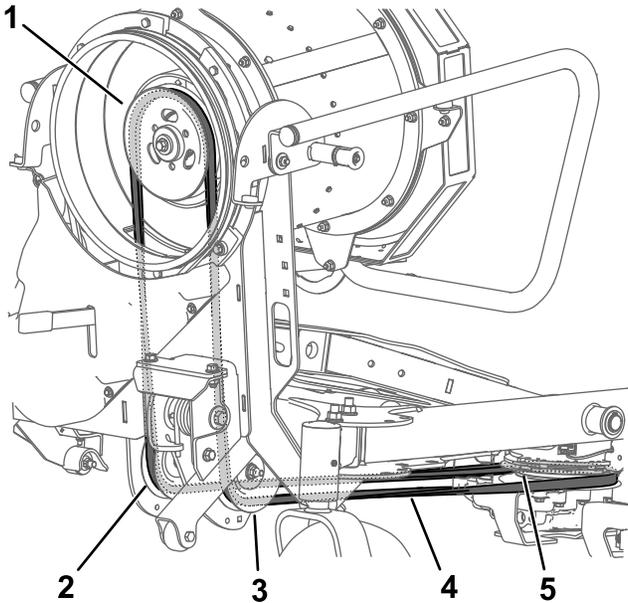

Figure 33
6. Enlevez la courroie de la poulie de ventilateur (Figure 33).
7. Faites descendre la courroie à travers l'adaptateur d'entraînement, puis acheminez-la autour des poulies de tension et de la poulie d'embrayage (Figure 33). Vérifiez que la courroie est correctement chaussée dans les gorges des poulies.